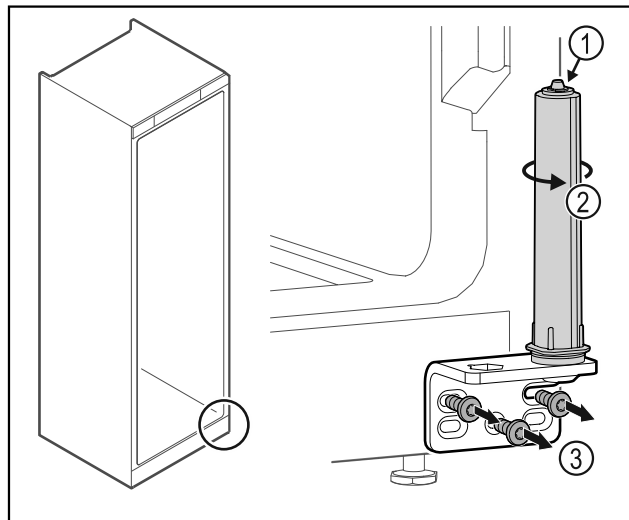

Fig. 38
▶ Не разбирайте систему закрытия двери Fig. 38 (1).
- ▶ Поворачивайте систему закрытия Fig. 38 (2) до щелчка.
- ▶ Отвинтите шарнирные уголки Fig. 38 (3).